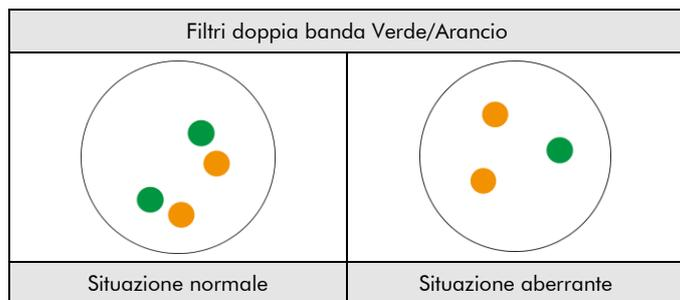

Fig. 2: Risultati attesi in situazione normale e aberrante
**Situazione normale:** nelle interfasi di cellule normali o di cellule senza la delezione a carico della regione del gene PTEN, compaiono due segnali verdi e due segnali arancioni (vedere Fig. 2).
**Situazione aberrante:** In una cellula con delezioni a carico della regione del gene PTEN, si potrebbe osservare un numero ridotto di segnali verdi. Le delezioni a carico della sola regione di PTEN potrebbero avere un pattern di segnali normale con segnali verdi di dimensioni ridotte (vedere Fig. 2).